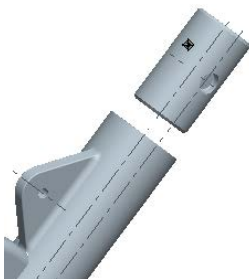
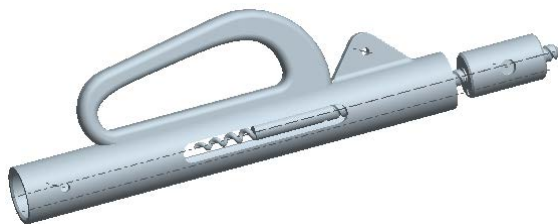

图 12.5.3 拖移活塞零件
图 12.5.4 装配抓爪
(1) 进入机构环境：选择下拉菜单 应用程序 (P) → 机构 (E) 命令。
(2) 在 视图 (V) 菜单中选择 方向 (Q) → 拖动元件 (Q)... 命令。
(3) 在“拖动”对话框中，单击“点拖动”按钮 。
(4) 在元件 Piston 上选择一点，然后在该位置处单击，出现一个标记 ，移动鼠标光标，选取的点将跟随光标移动，当移到图 12.5.3 所示的位置时，单击，终止拖移操作，使元件 Piston 停留在刚才拖移的位置，然后关闭“拖动”对话框。
(5) 进入标准环境：选择下拉菜单 应用程序 (P) → 标准 (S) 命令。
Step6. 增加连接元件：将抓爪 (Claw) 装入活塞中，创建销钉 (Pin) 连接，如图 12.5.4 所示。